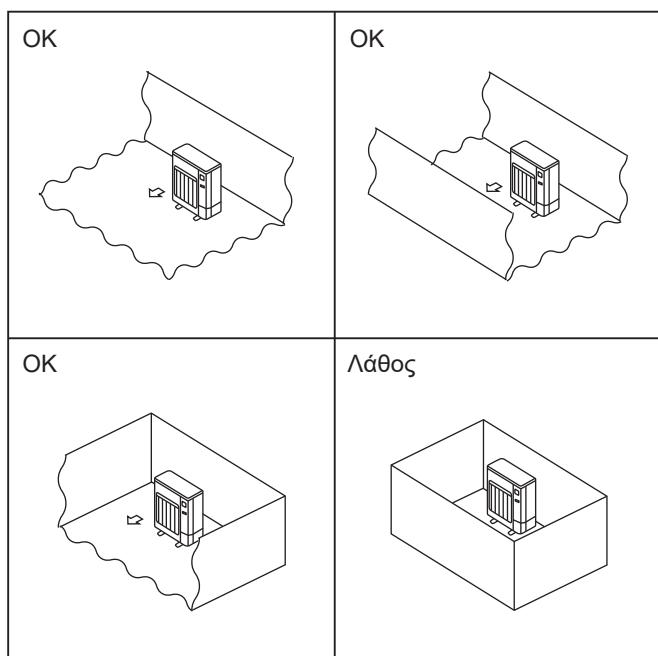

Fig. 2-1
- ◎ Εγκαθιστάτε τις εξωτερικές μονάδες σε χώρους όπου τουλάχιστον μία από τις τέσσερις πλευρές είναι ανοικτή και σε επαρκώς μεγάλους χώρους χωρίς συμπέσεις. (Fig. 2-1)